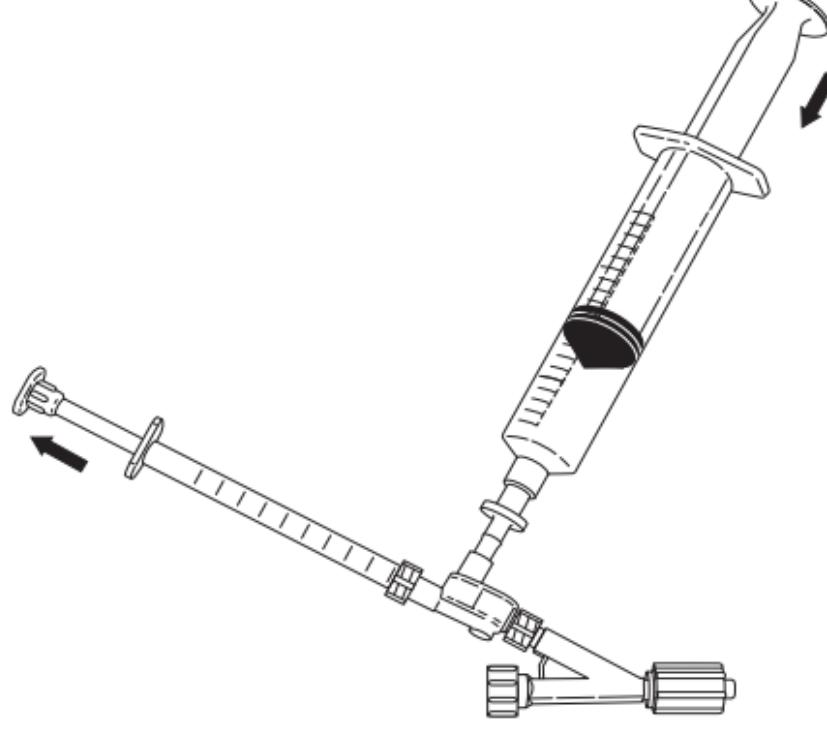

图4
6. 将 1 毫升注射器连接至注射孔，吸入 0.5 毫升肝素生理盐水。取下 1 毫升注射器，从注射器中推出所有气泡。在重新接上 1 毫升注射器之前，轻轻推压 20 毫升注射器，灌注注射孔，在注射孔留下半月面的溶液量。将 1 毫升注射器重新连接至注射孔。(图4)